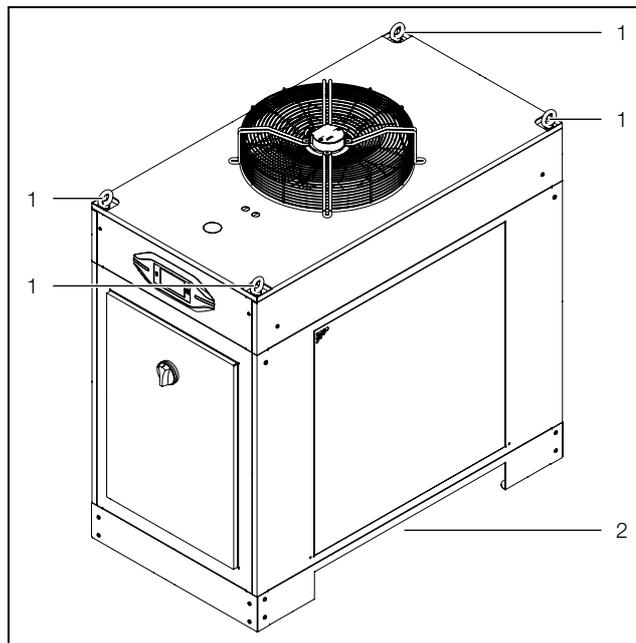

Fig. 15 : transport (le croquis ci-dessus montre le modèle SK 333640x)
- à l'aide des anneaux de transport prévus à cet effet (fig. 15, pos. 1) ou
- à l'aide d'un chariot élévateur en introduisant ses lames par le côté de l'appareil (fig. 15, pos. 2).
Légende pour fig. 15